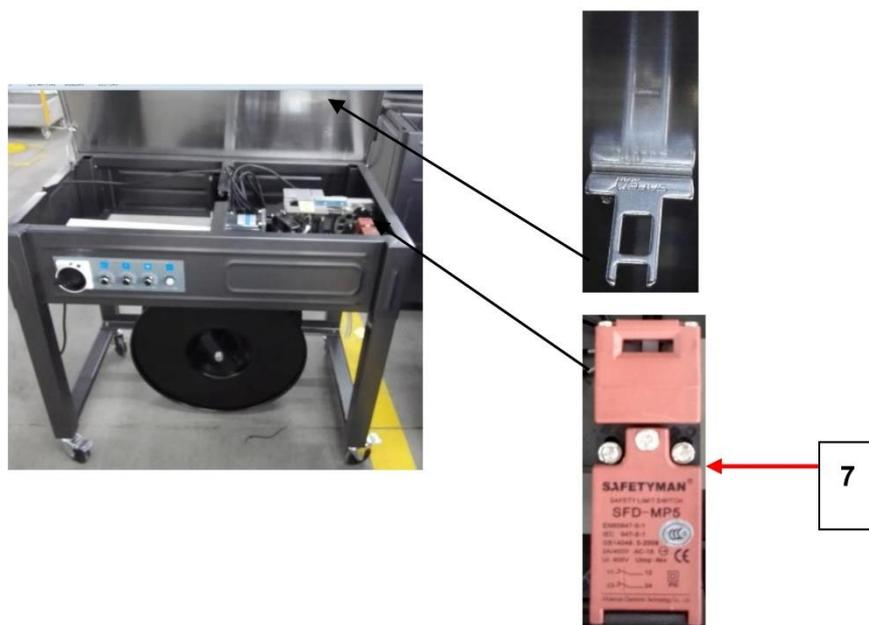

Рис. 3-1
- ② Включите выключатель питания 1, указанный на Рис. 3-1.
- ③ Поместите груз на машину близко к упорам.
- ④ Оберните ленту вокруг груза и вставьте ее вдоль пути вставки ленты, после чего машина автоматически завяжет ленту.